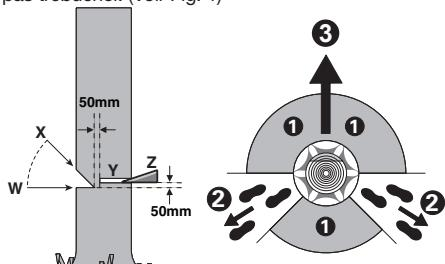

Figure 1
L'opérateur de la tronçonneuse à chaîne doit se maintenir en amont du terrain étant donné que l'arbre pourrait rouler ou glisser vers le bas après l'abattage. Prévoir et dégager un chemin d'évacuation autant que nécessaire avant de commencer les coupes. Le chemin d'évacuation doit s'étendre à l'arrière et diagonalement derrière la ligne de chute prévue comme illustré à la Figure 1.
Pratiquez une entaille égale à 1/3 du diamètre de l'arbre, perpendiculaire à la direction de chute comme illustré à la Figure 1. D'abord effectuer l'entaille inférieure horizontale (W). Cela évite que la chaîne ou la barre de guidage ne se coince pendant l'exécution de la deuxième entaille (X).
Pratiquez une coupe d'abattage (Y) d'au moins 50 mm plus grande que l'entaille horizontale comme illustré à la Figure 1. Effectuer la coupe parallèlement à l'entaille horizontale. Scier de façon qu'il reste un dos (latte de coupe) qui sert de charnière. Cette charnière évite que l'arbre ne tourne et tombe dans la mauvaise direction. Ne pas scier complètement le dos.
Lorsque l'arbre commence à tomber, sortir la tronçonneuse de la coupe, l'arrêter, la poser par terre et quitter la zone de danger par la voie d'issue prévue (②). Faire attention aux branches qui tombent et à ne pas trébucher. (Voir Fig. 1)